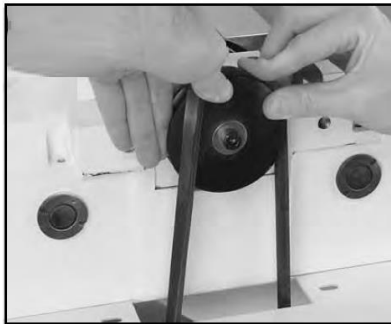

Рис. 48
4. Снимите старый клиновой ремень и наденьте новый ремень, как показано на рис. 48 (Наматывание клинового ремня на шкив режущей головки.).